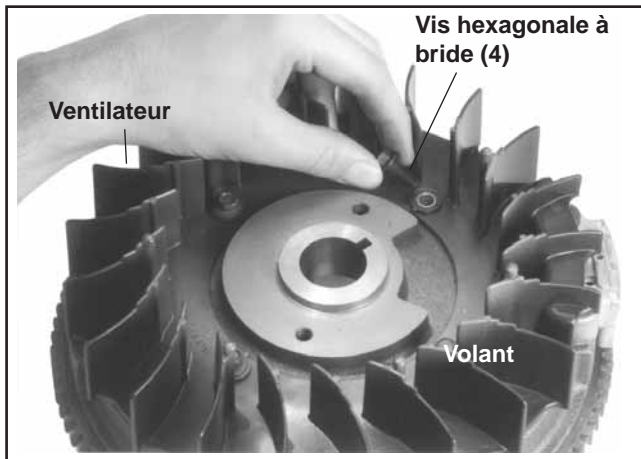

Figure 11-25. Installation du ventilateur sur le volant.
1. Installer le ventilateur, les entretoises et les vis hexagonales à brides au volant. Voir la figure 11-25.